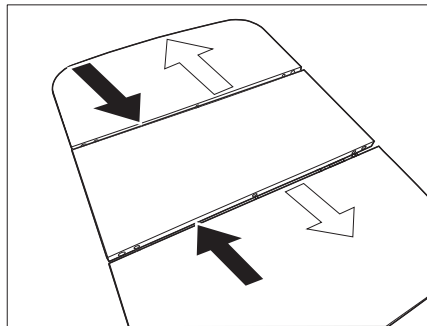

Bild 107 Tisch absenken
- Die Außenteile des Tisches auf das Mittelteil schieben (Bild 107 - schwarze Pfeile).
- Die Außenteile des Tisches auseinander ziehen (Bild 107 - weiße Pfeile).